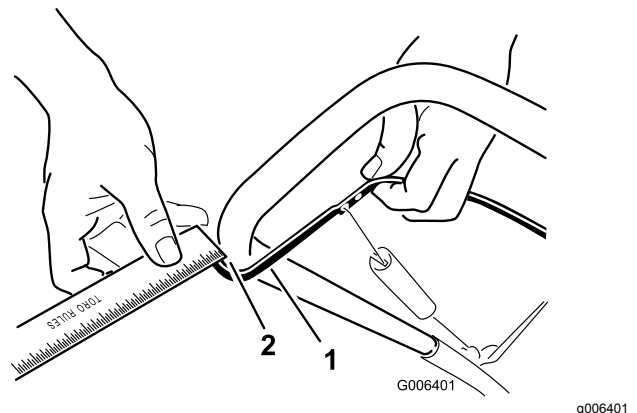

Figure 18
Rapprochez la barre de commande du guidon pour tendre le câble de commande (Figure 18).
Remarque: Vérifiez que la barre de commande et le guidon sont espacés de 2 à 3 mm (1/16 à 1/8 po) (Figure 18).
2. Accrochez le raccord en Z à un trou plus haut ou plus bas sur la bielle de réglage de manière à obtenir un espace de 2 à 3 mm (1/16 à 1/8 po) entre la barre de commande et le guidon (Figure 18).